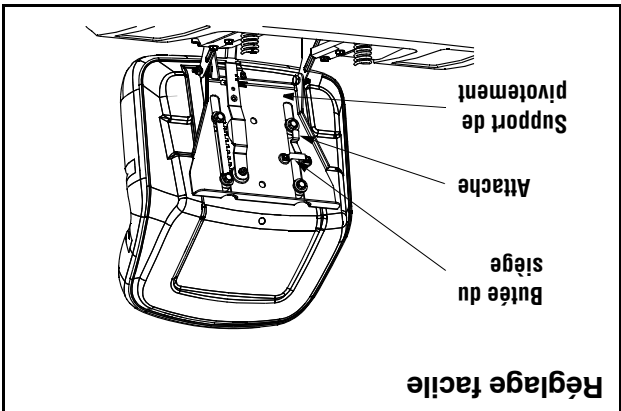

Figure 4
Référez-vous à la Figure 4 et la , identifier le style de siège de votre tracteur et suivre les instructions applicables.
REMARQUE: Si le siège était installé à l'envers sur le support de pivotement pour l'expédition, tirez sur l'attache qui se trouve sur la butée du siège et maintenez-la ouverte pendant que vous dégagez le siège du support de pivotement. Voir la Figure 4.
- Glissez le siège jusqu'à ce que la rondelle d'espacement avant du siège s'imbrique dans la butée. Voir la Figure 4.